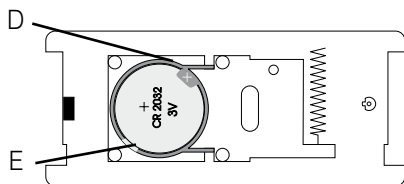

Figure 4: Compartiment à pile du bouton d'appel
- d) La pile (pile bouton CR 2032) peut maintenant être mise en place dans le logement en plastique sur la platine (fig. 4 D).
- e) Pour remplacer la pile, sortez la pile précédente de son logement en la soulevant légèrement sur le côté à l'aide d'un tournevis plat (fig. 4 E). Vous pouvez ensuite installer la nouvelle pile. Veuillez respecter la polarité de la pile.